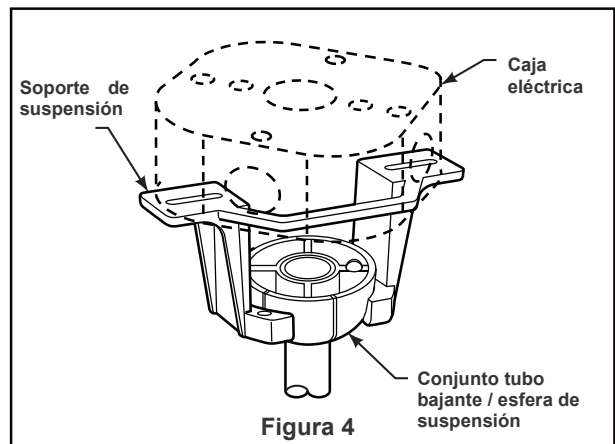

Figura 4
Lugar de uso en techo inclinado (Figura 4)
- Enrosque el tubo bajante en el soporte del tubo bajante situado en la parte superior del motor. Instale el pasador de horquilla alineando los orificios del soporte del tubo bajante con los orificios del tubo bajante. Fije el pasador de horquilla con la presilla. Apriete los dos tornillos de fijación en el soporte del tubo bajante. (Figura 4)
- Levante con cuidado el ventilador y asiente el conjunto del tubo bajante / esfera de suspensión en el soporte de suspensión que se acaba de fijar a la caja eléctrica. Asegúrese de que la ranura de la esfera esté alineada con la pestaña del soporte de suspensión. (Figura 4) Este ventilador está previsto únicamente para las opciones de montaje estándar e inclinado. Las opciones de montaje cercano al techo y empotrado no están disponibles. En el caso de los techos inclinados, tenga en cuenta que el ángulo no puede ser mayor de 20°.
- Una vez realizadas las conexiones, gire los cables hacia arriba e introdúzcalos con cuidado en la caja eléctrica, con los cables blanco y verde hacia un lado de la caja y los cables negros hacia el otro. (Figura 4)
- ❑ Para ajustar el código remoto en las mismas posiciones que el receptor, con un pequeño destornillador o bolígrafo (no se incluye ninguno), deslice los interruptores de inmersión firmemente hacia arriba o hacia abajo. (Figura 4)